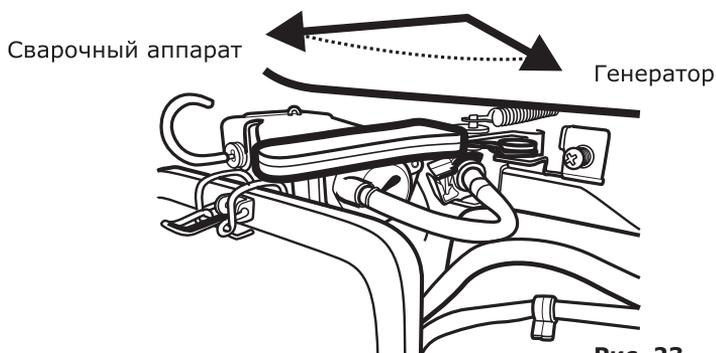

Рис. 23
**ВНИМАНИЕ!** Для увеличения срока службы сварочного генератора рекомендуется запуск двигателя производить в режиме генератора. На рис. 23 указан переключатель режимов.
**ВНИМАНИЕ! Одновременное использование генераторной установки для выработки переменного тока и постоянного тока для сварочных работ ЗАПРЕЩЕНО! Для выбора режимов работы предусмотрен переключатель, расположенный рядом с воздушным фильтром (рис. 23).**
Переведите переключатель режимов в положение «Сварочный аппарат» (рис. 23).